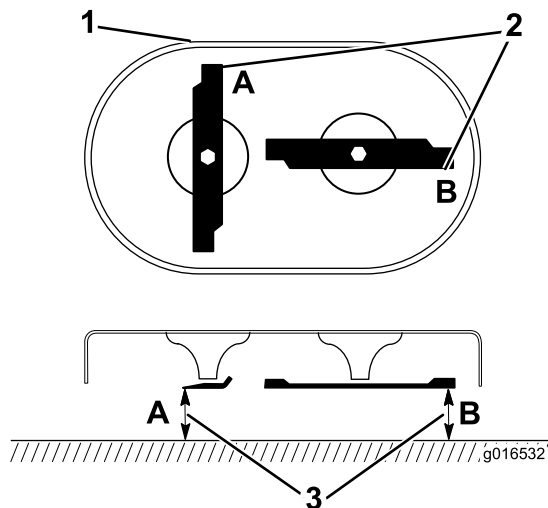

Рисунок 42
1. Поверните ножи, пока они не окажутся в положении, показанном на рис. Рисунок 42.
4. Измерьте от ровной поверхности до режущих кромок в местах А и В (Рисунок 42) и запишите оба результата измерения.